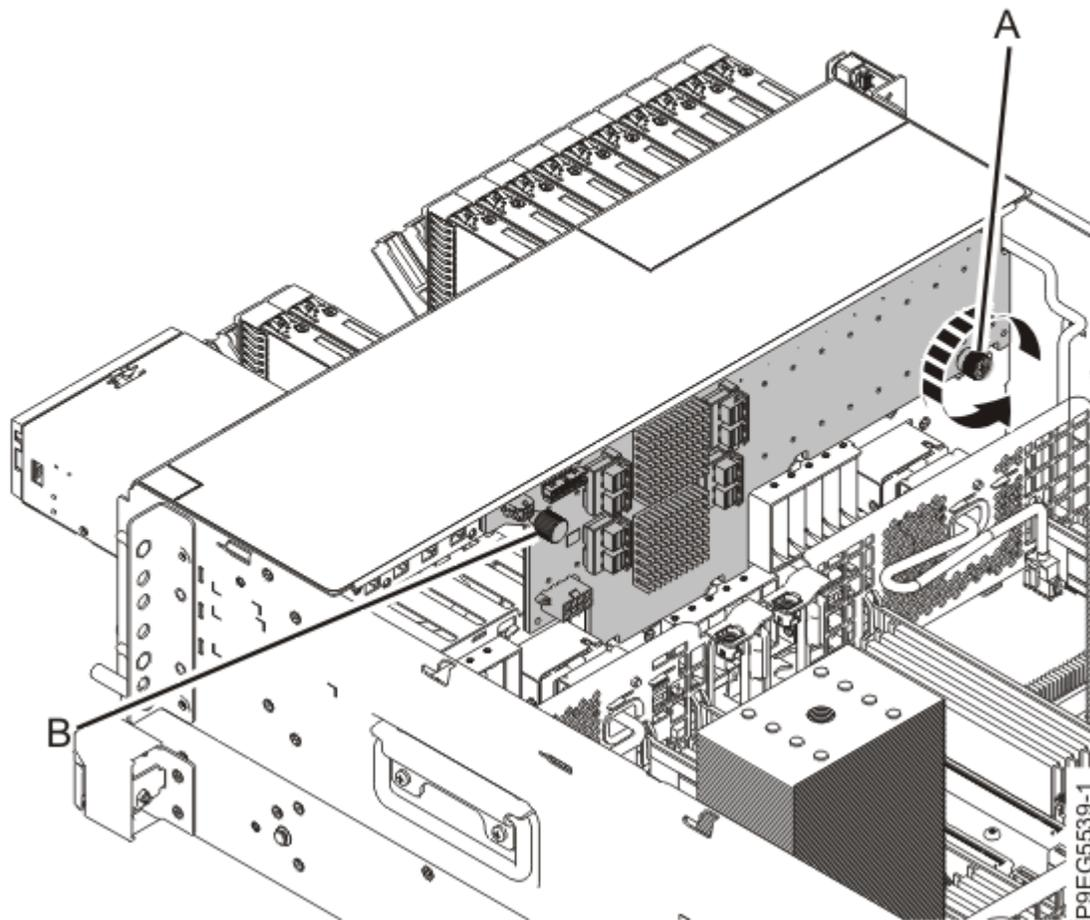

Figura 47. Soltando o parafuso do painel traseiro da unidade de disco
9. Desparafuse o parafuso de aperto manual fixo (**A**) cuidadosamente do painel traseiro da unidade de disco até soltar totalmente conforme mostrado na Figura 47 na página 53.